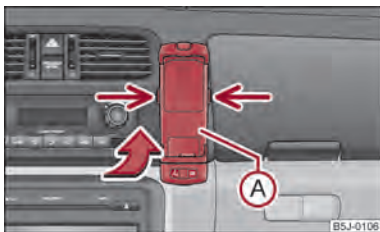

Fig. 93 Adaptare universală pentru telefon
- Împingeți mai întâi adaptorul (A) în sensul săgeții ⇒ fig. 93 în suport. Apăsați ușor adaptorul pentru a vedea dacă s-a fixat.
- Așezați telefonul în adaptorul (A) (conform instrucțiunilor producătorului).
- Apăsați simultan elementele de blocare laterale ale suportului ⇒ fig. 93 și scoateți telefonul cu adaptorul.